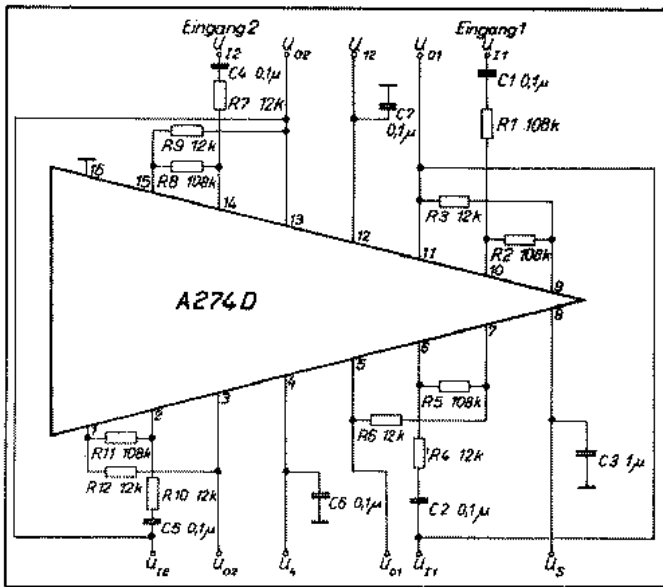

Bild 4: Meßschaltung. Für die Messung des Fremdspannungsabstandes  $\alpha_N$  gilt:  $C_1, C_2, C_3, C_4, C_5 = 1 \mu F, C_6 = 470 \mu F$
- 2) für die Messung des Fremdspannungsabstandes  $a_N$  Hinweis bei der Meßschaltung (Bild 4) beachten